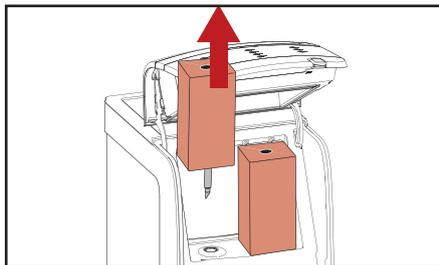

Fig. 5.8 - Remover pacotes
3. Remova os pacotes de produto (fig. 5.8).